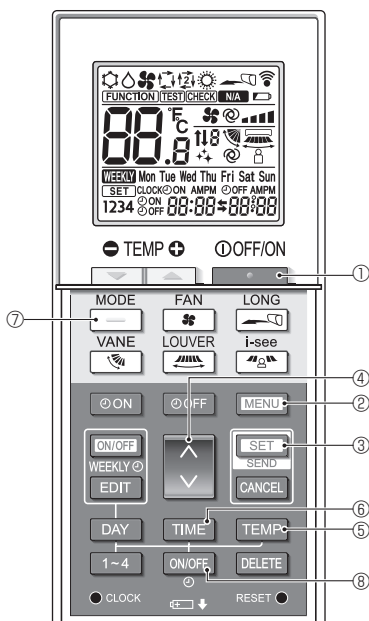

Fig. 6-9
1. Appuyez sur la touche [ \* ] ① pour arrêter le climatiseur.
2. Appuyez sur la touche [ MENU ] ②. L'écran Réglage des fonctions s'affiche et le n° de la fonction Ⓐ clignote. (Fig. 6-9) Appuyez sur la touche ⬆️/⬆️ ④ pour changer le n° de fonction.